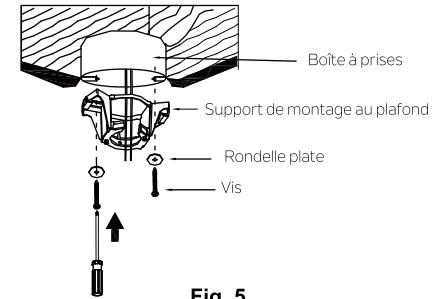

Fig. 5
**Étape 1.** Avant de fixer le ventilateur à la boîte à prises (non fournie), assurez-vous que la boîte à prise est correctement installée sur deux points (minimum) d'une partie structurale du plafond (une boîte desserrée risque d'entraîner des oscillations du ventilateur). Faites passer les fils 120 V d'alimentation de la boîte à prises du plafond par le centre du support de montage au plafond. Installez le support de montage sur la boîte à prises au plafond à l'aide des vis et des rondelles. (Fig. 5)